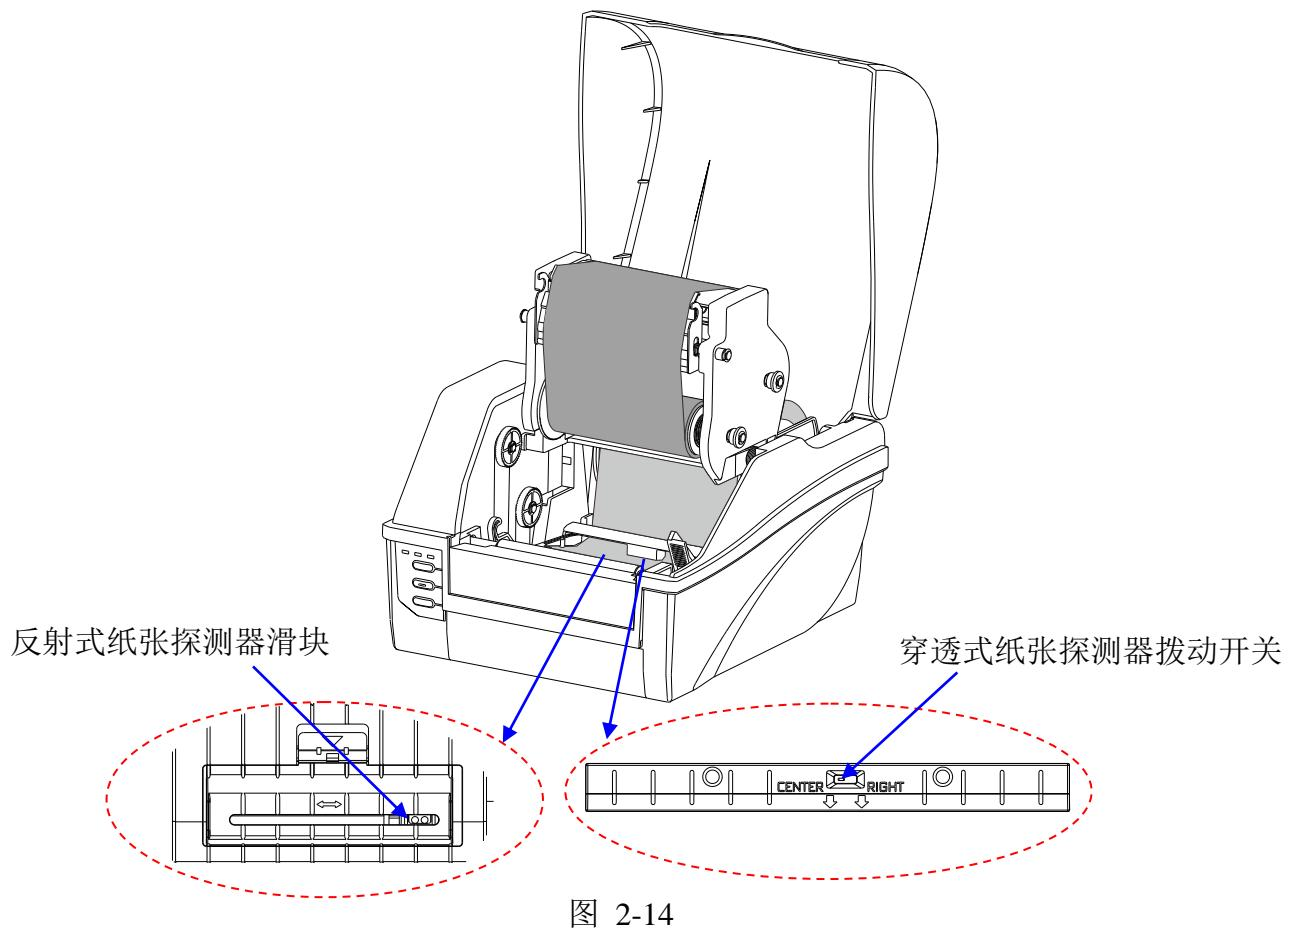

图 2-14
4. 调整纸张探测器。对于反射式纸张探测器，打开纸张探测器盖后，您可以通过移动纸张探测器滑块，调节纸张探测器到合适位置；对于穿透式纸张探测器，您可以通过拨动纸张探测器上的开关，选择居中或者偏右探测，偏右位置与居中位置之间的距离为8mm。如图 2-14 所示。(关于如何切换纸张探测方式，请参考 2.3.4 后面板 DIP 开关)